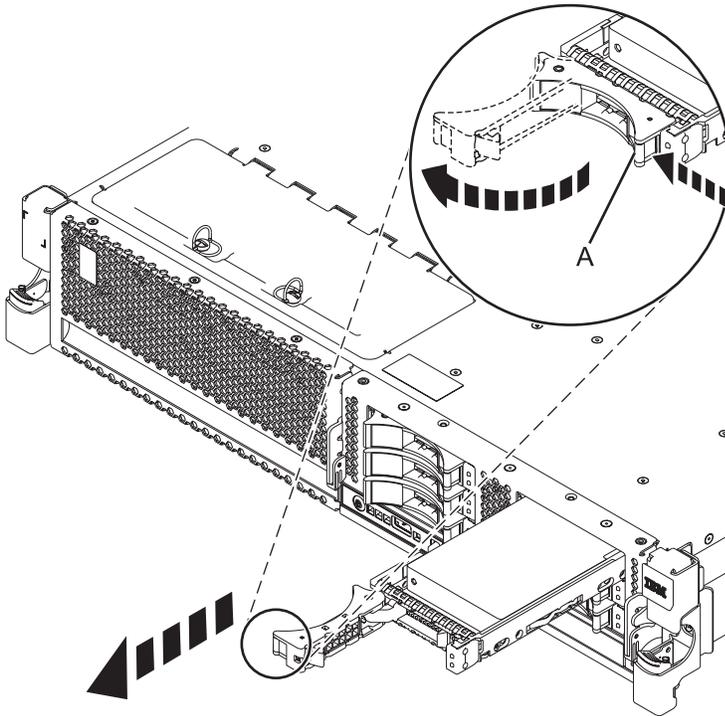

Figura 20. Extracción de una unidad de disco del sistema
3. Cuando el LED de identificación se encienda de manera fija, desbloquee el asa de la unidad ejerciendo presión y tirando de ella hacia usted, como se muestra en Figura 20. Si el asa no está extendida del todo, la unidad de disco o la unidad de estado sólido no se puede deslizar hacia fuera del sistema o de la unidad de expansión.